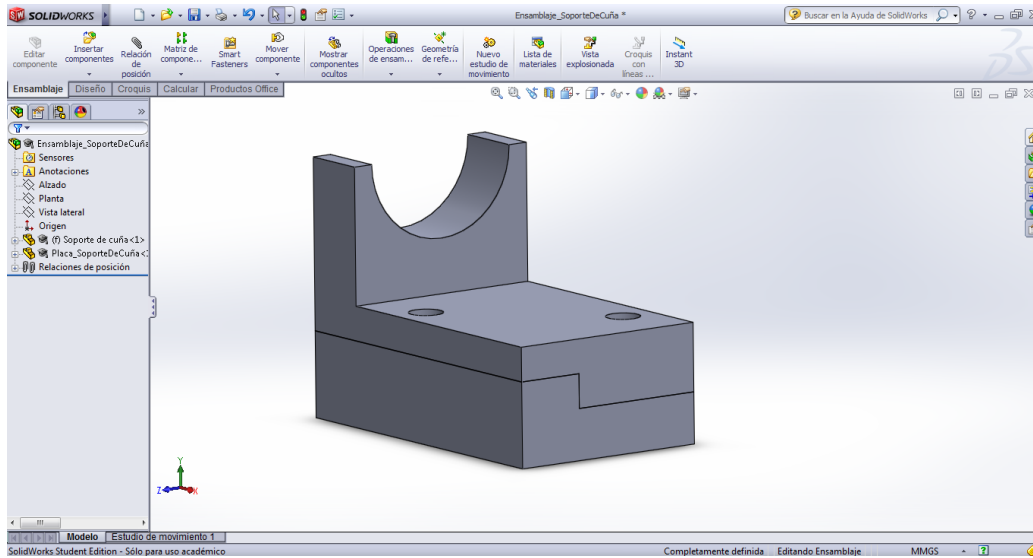

Figura 79. Ensamblaje del soporte de cuña y su base.
- f) Finalmente, añada la última relación entre caras laterales. Las piezas quedan finalmente ubicadas como se muestra en la Figura 79.